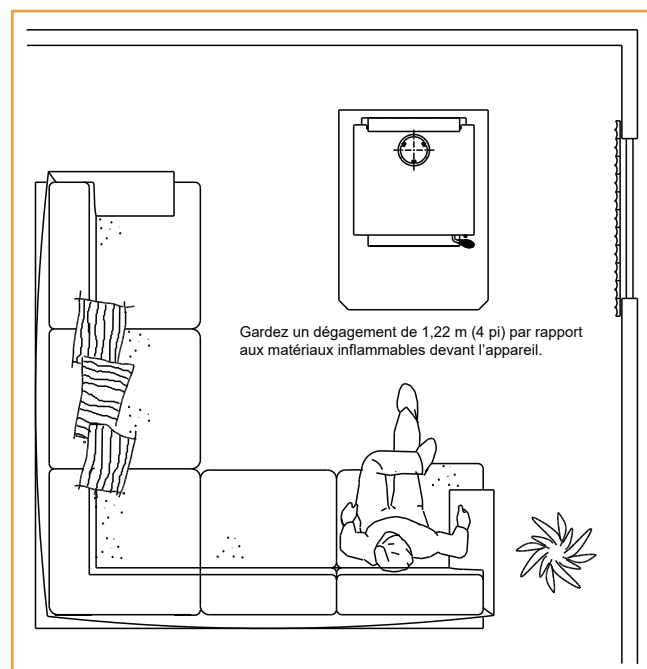

Figure 12.1
**REMARQUE :** NE placez PAS d'objets combustibles à moins de 1,2 m (4 pi) de l'avant de l'appareil (Figure 12.1).